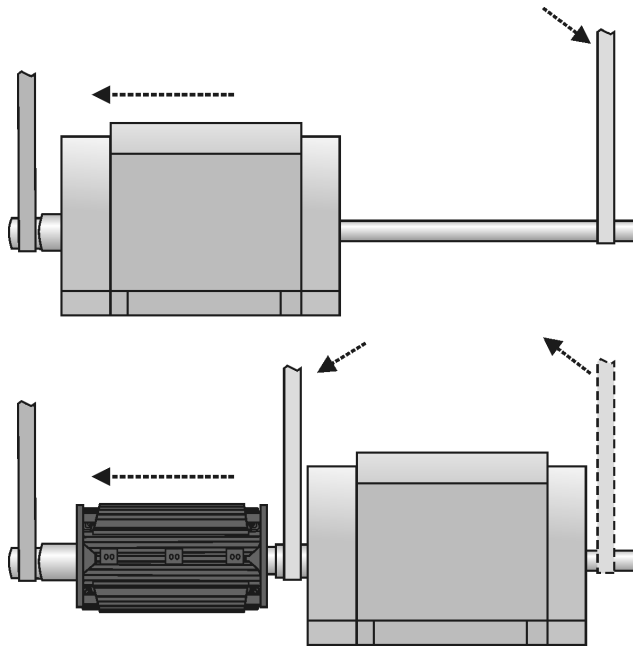

Figura 23 Flotación del rotor
9. Retire el rotor (vea la Figura 23). Primero sujete un tubo sobre el eje en el extremo motriz. Sujete las eslingas alrededor del tubo en un extremo y alrededor del eje en el extremo opuesto. Levante el rotor y muévelo hacia fuera, descansando el rotor mientras se mueven las eslingas hacia abajo del tubo para la siguiente etapa de elevación.